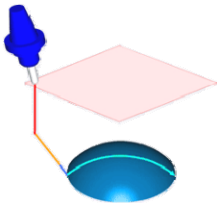

图 2-277 安全区域进刀方式
- **【安全区域进刀方式】:** 从设置的安全平面距离开始进刀，如图 2-277 所示。安全距离可单击窗口下部“安全区域”按钮进行设置。